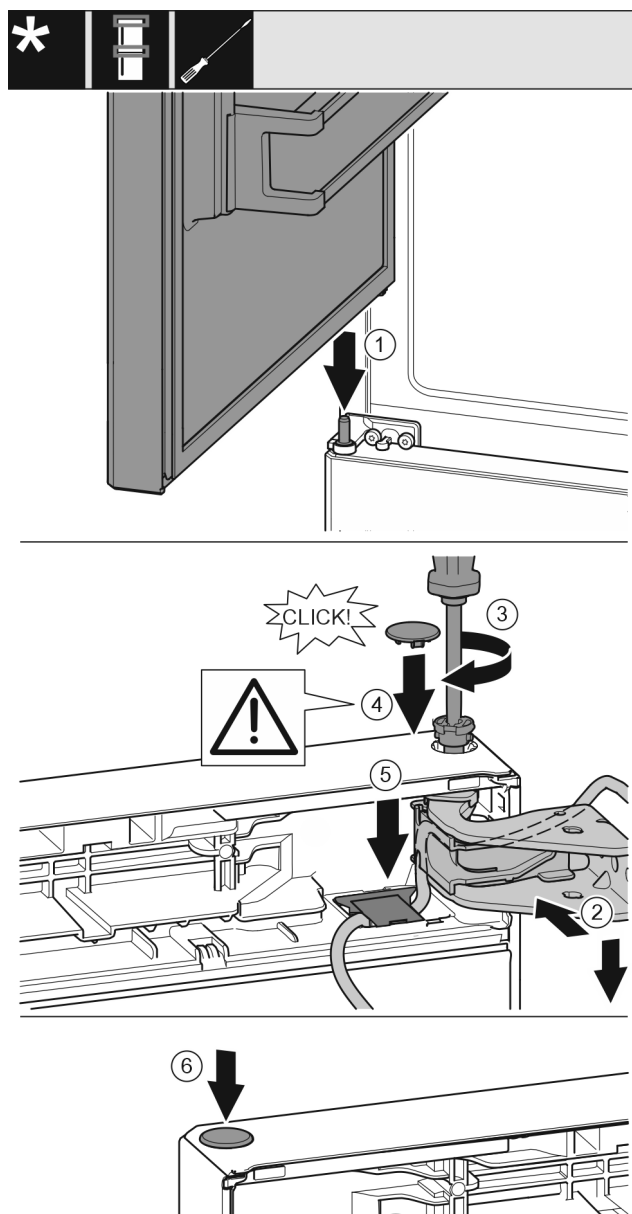

Fig. 43
- Bovenste deur op het middelste lagerbok Fig. 43 (1) plaatsen.
- Deur boven uitlijnen op de opening in de lagerbus. Fig. 43 (2)
- Bouten Fig. 43 (3) insteken en met een schroevendraaier vastschroeven.
- Beveiligingsafdekking Fig. 43 (4) voor de borging van de deur monteren: Beveiligingsafdekking plaatsen en controleren of deze tegen de deur ligt. Anders de bouten volledig insteken.
- Afdekking Fig. 43 (5) plaatsen en naar onderen drukken tot deze vergrendeld.
- Plug Fig. 43 (6) insteken.